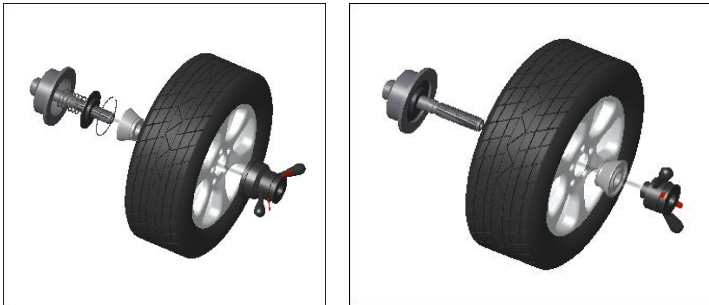

Abbildung 5: positive Positionierung (links), negative Positionierung (rechts)
- a) Positive Positionierung (**Abbildung 5: positive Positionierung (links)**, negative Positionierung (rechts))
- b) Negative Positionierung (**Abbildung 5: positive Positionierung (links)**, negative Positionierung (rechts))